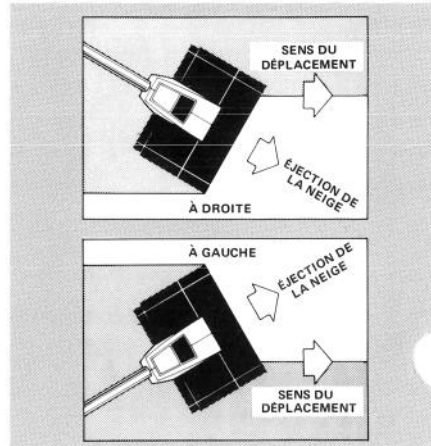

Figure 10
2. Projetez la neige vers la droite ou la gauche en inclinant légèrement la Pelle Déneigeuse dans la direction voulue (Fig. 10).